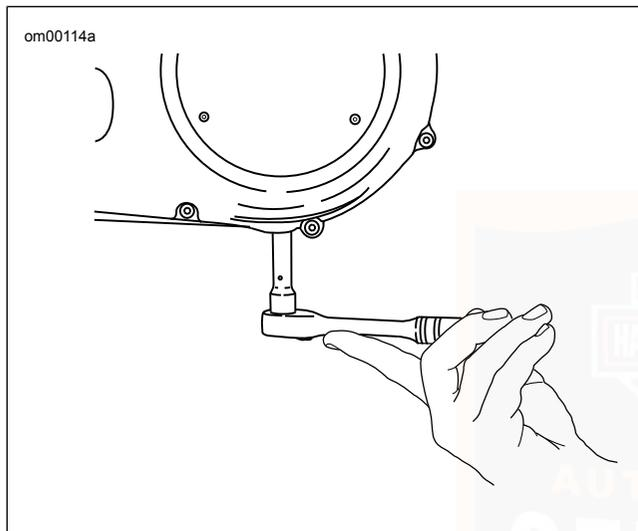

Abbildung 67. Ausbau/Einbau der Kettengehäuse-Ablassschraube
3. Siehe Abbildung 67. Das Primärkettengehäuse entleeren.